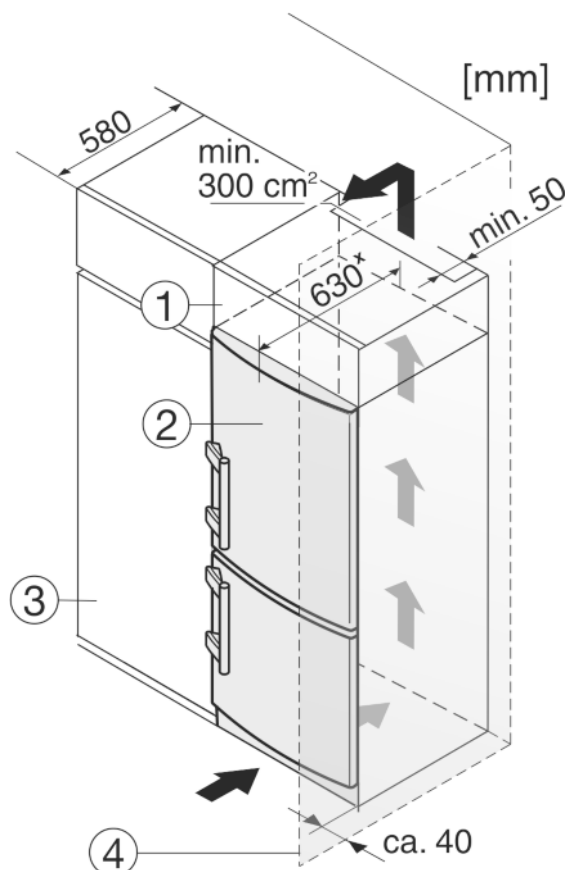

Fig. 8
- (1) Дополнительный шкафчик
(2) Устройство
(3) Кухонный шкаф
(4) Стенка
Устройство может быть окружено предметами кухонной обстановки. Чтобы уравнять устройство Fig. 8 (2) по высоте с кухонной стенкой, можно установить над устройством соответствующий дополнительный шкафчик Fig. 8 (1).
При комбинировании с кухонными шкафами (глубина макс. 580 мм) устройство можно установить непосредственно рядом с кухонным шкафом Fig. 8 (3). Устройство выступает сбоку на 34 мм* и по центру на 50 мм* относительно передней стенки кухонного шкафа.
Если устройство установлено на шарнирах у стены Fig. 8 (4), то расстояние между устройством и стеной должно быть не менее 40 мм. Настолько выступает ручка при открытой дверце.